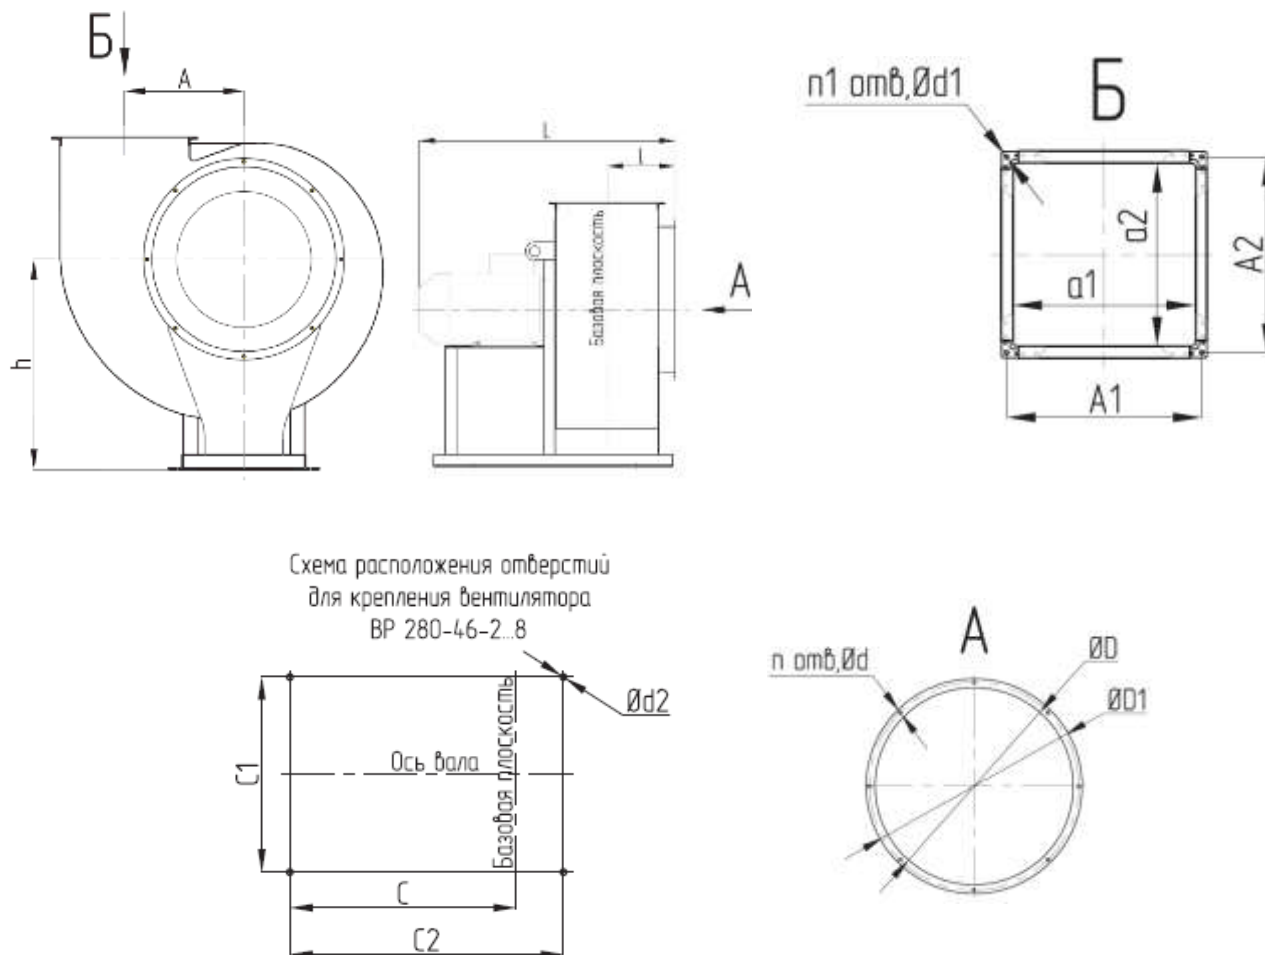
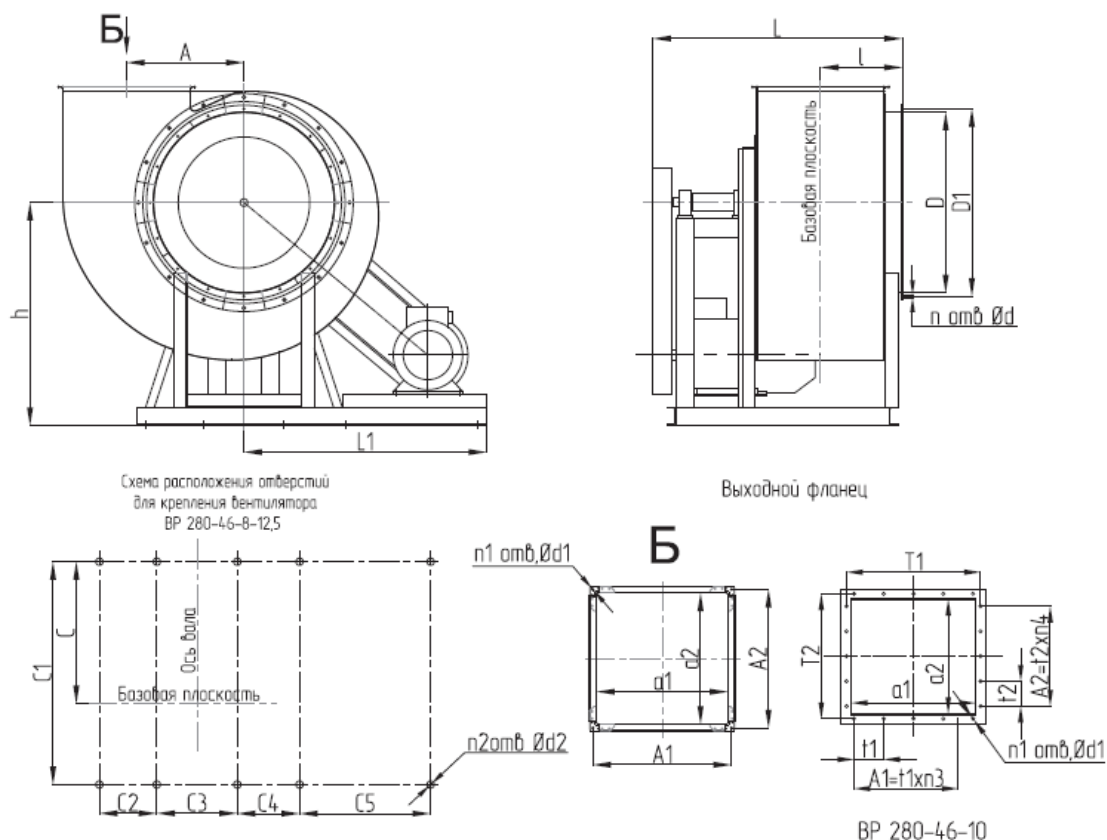

РИС. 1. Габаритные и присоединительные размеры вентиляторов ВР 280-46 ДУ
РИС. 2. Габаритные и присоединительные размеры вентиляторов ВР 280-46 ДУ исп-5
1.2.2. Устройство вентиляторов, габаритные, присоединительные и установочные размеры вентиляторов указаны на рис. 1, рис. 2, табл. 1, табл. 2.